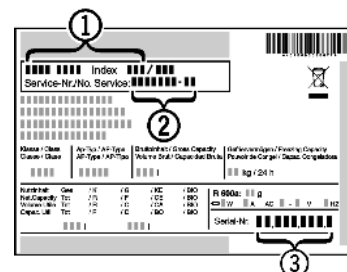

Fig. 3
- ▶ Označení přístroje *Fig. 3 (1)*, servisní číslo *Fig. 3 (2)* a sériové číslo *Fig. 3 (3)* naleznete na typovém štítku. Identifikační typový štítek je umístěn na levé vnitřní stěně přístroje.
- ▶ Informujte zákaznický servis a sdělte poruchu, označení přístroje *Fig. 3 (1)*, servisní číslo *Fig. 3 (2)* a sériové číslo *Fig. 3 (3)*.